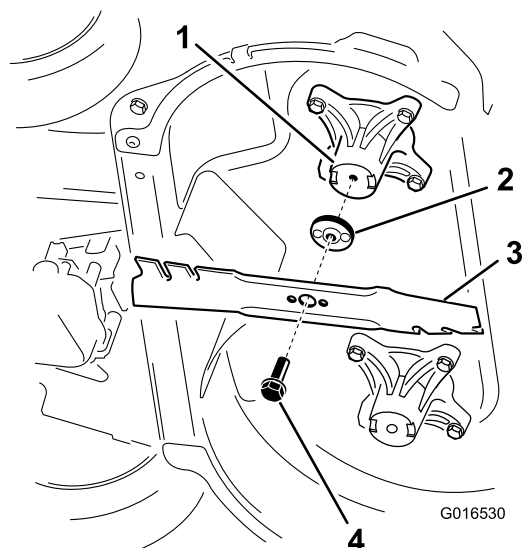

Figura 39
2. Rimuovete ogni lama come mostrato in **Figura 39**.
1. Montate la prima lama in posizione orizzontale, usando la bulloneria di montaggio come mostrato in (**Figura 39**).